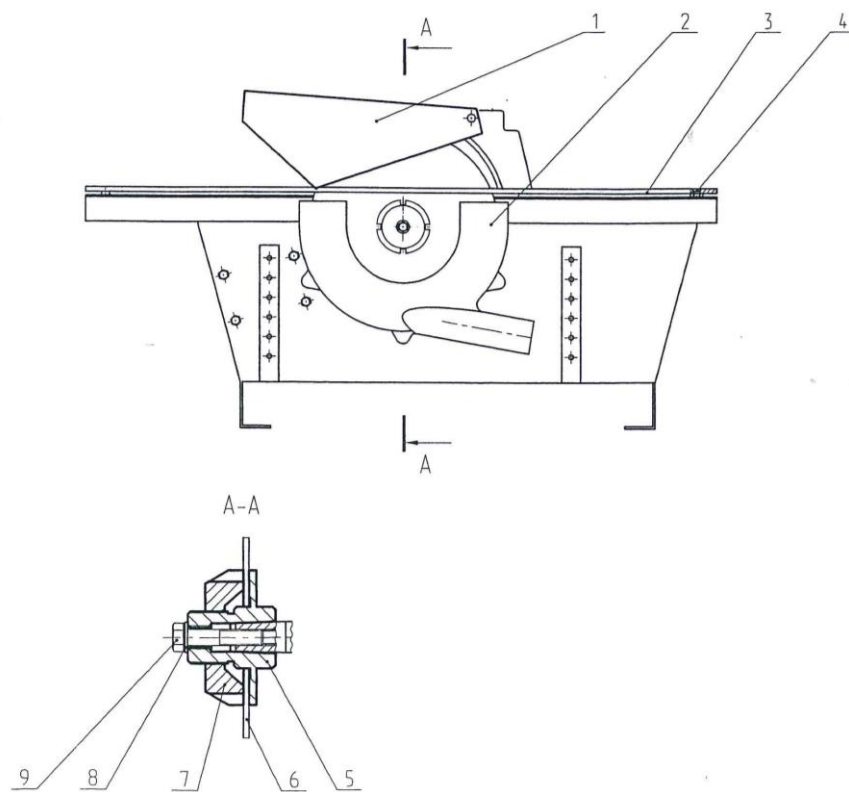

Рис. 3 – Налаштування верстата для операції пиляння
5.5 Налагодження верстата на режим пиляння представлена на рис. 3. На вільний виліт вала ножового встановлюється фланець 5 і закріплюється шайбою 8 та болтом 9. На посадкову частину фланця встановлюється пила 6 і затискається гайкою 7.
Свердлувальний пристрій складається з кронштейнів 4, до яких кріпиться стіл 3, захисту свердла 2, свердлувального патрона трьокулачкового 1. У комплект поставки входить також фреза кінцева і болт М10 для зняття свердлувального патрона. Кронштейни зі столом закріплюються збоку верстата чотирма гвинтами М6 з шайбами до двох, вертикально приварених до стінки верстата, планок, в яких попередньо необхідно просвердлити за місцем (на розсуд споживача) отвори і нарізати різьбу М6. Перед встановленням свердлувального патрона необхідно зняти фланець 5, показаний на рис. 3, вивернути втулку 6 і встановити її на місце фланця, закріпивши її болтом 5 за допомогою шестигранного ключа, через наскрізний отвір, наявний у втулці. Після цього встановити основну частину патрона. Зняття патрона відбувається так само як і в разі зняття фланця: попередньо вивернути патрон з втулки 6, вивернути болт 5 і ввернути болт М10. Діапазон затиску патрона від 1 до 13 мм. Патрон із встановленим інструментом закривається захистом свердла, який кріпиться трьома гвинтами з шайбами до бічної стінки верстата.
Порядок установки пристосувань для розпилювання відповідно до рис. 3.